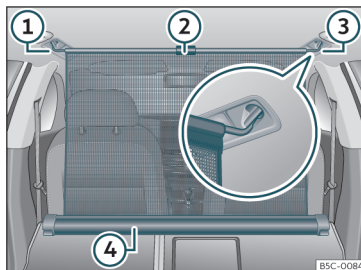

Abb. 124 Im Gepäckraum: eingehängtes Trennnetz bei vorgeklappter Rücksitzlehne.
- Ziehen Sie die Lasche»» **Abb. 124** ② nach oben, um das Netz aus dem Einsatz»» **Abb. 124** ④ zu nehmen.
- Hängen Sie das Trennnetz an der rechten oder linken Seite»» **Abb. 124** ③ (vergrößerte Darstellung) ein.
- Hängen Sie das Trennnetz an der Aufnahme der anderen Seite»» **Abb. 124** ① ein, indem Sie an der Stange ziehen.
Das Trennnetz ist richtig montiert, wenn die T-förmigen Enden sicher in den entsprechenden Aufnahmen»» **Abb. 124** ③ und ① eingehängt sind.
- Rollen Sie das Trennnetz in den Einsatz >>> **Abb. 124** ④ ein, indem Sie es mit der Hand nach unten ziehen.